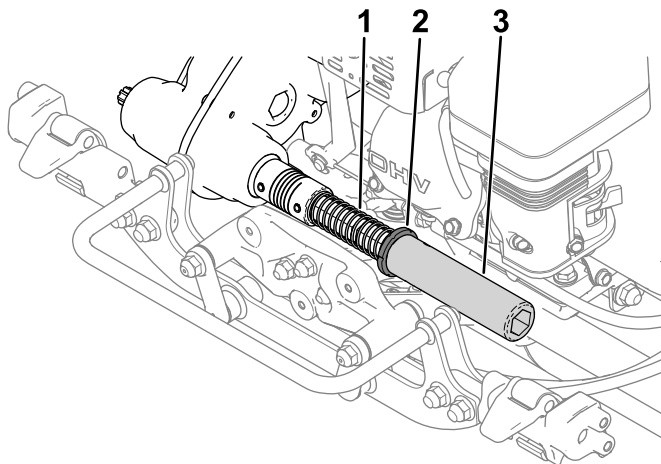

Figura 3
2. Instale el muelle, el collarín y el tubo hexagonal en el eje del acoplamiento de la transmisión (Figura 3).